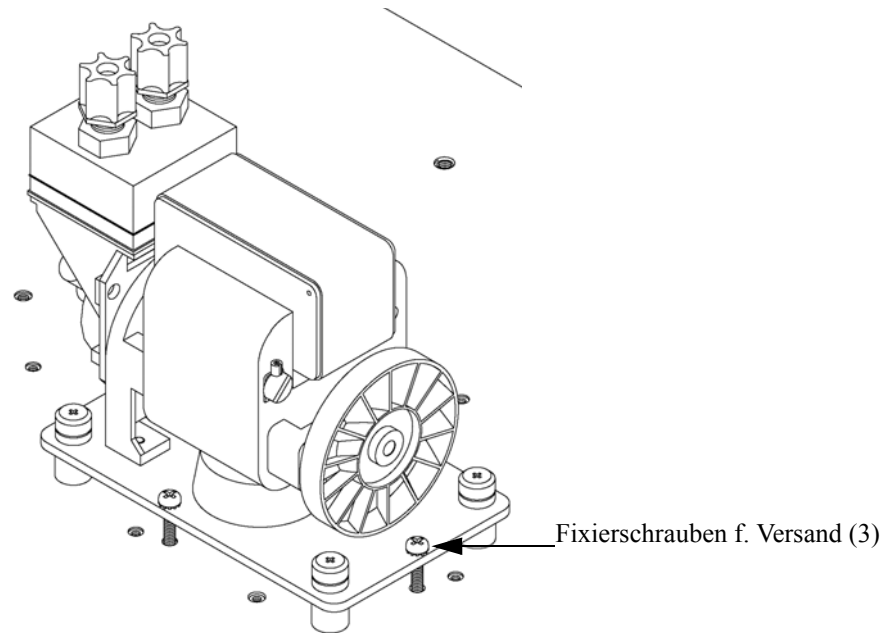

Abb. 2-2. Fixierschrauben für Versand lösen
4. Entfernen Sie die 3 Schrauben, die zur Befestigung des Gerätes während des Transports dienen (Abb. 2-2).